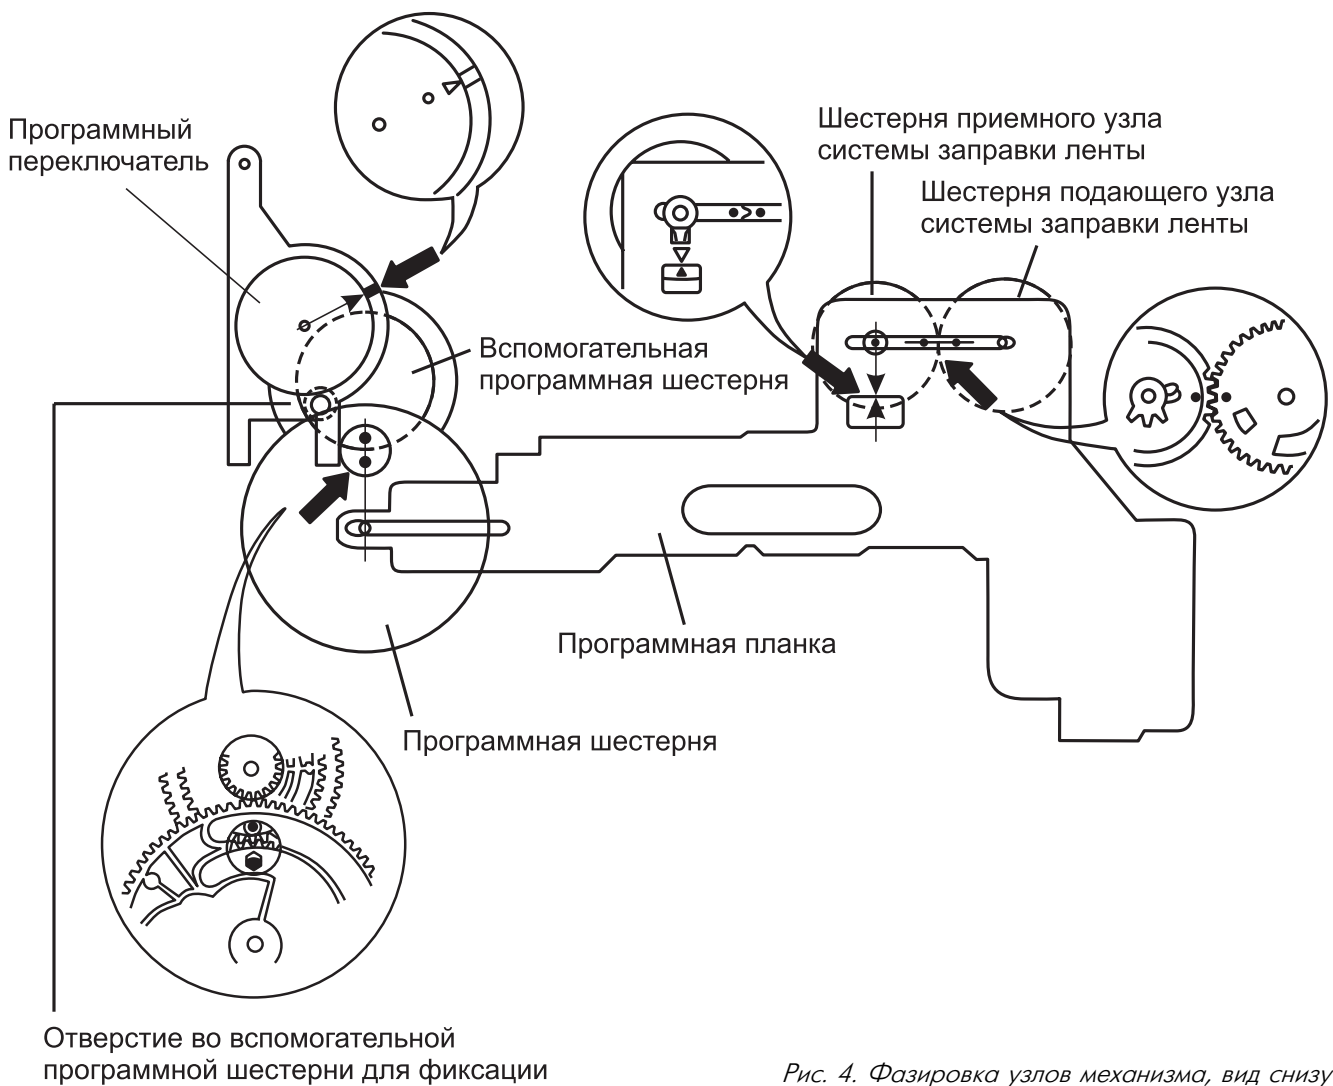

Рис. 4. Фазировка узлов механизма, вид снизу
11. Устанавливают программную планку, заводя в ее пазы штифты рычага регулятора натяжения ленты и рычага натяжения пружины так, чтобы совпали метки на планке и на шестерне приемного узла системы за-правки ленты (рис. 4).